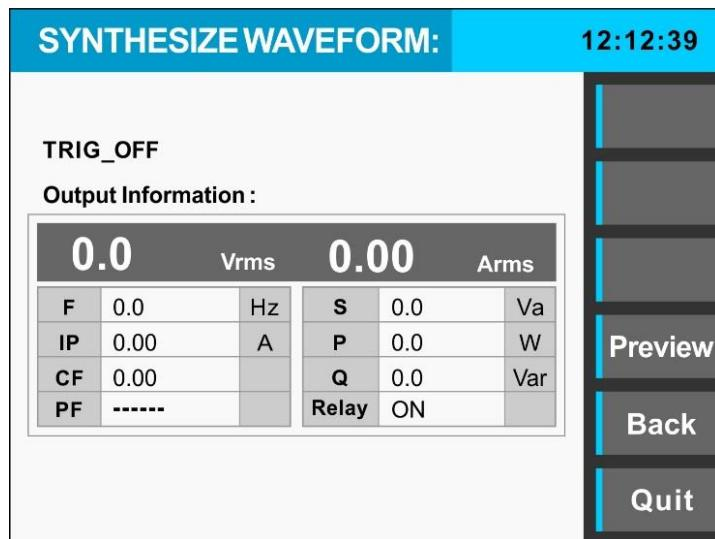
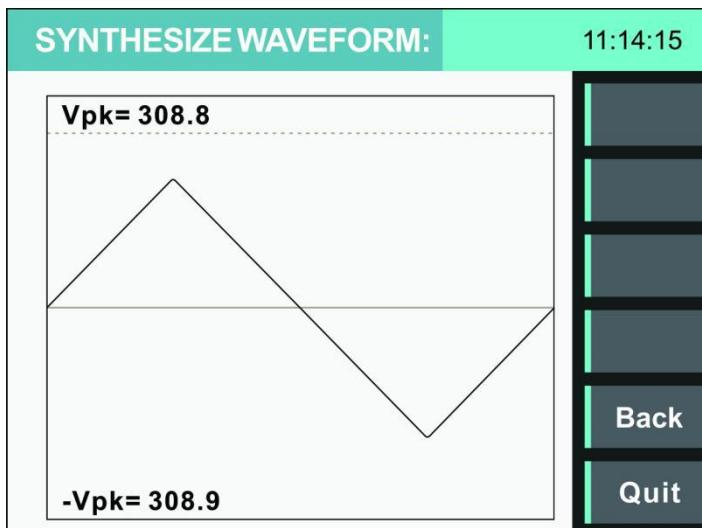

图3-21 谐波合成模式下输出界面
图3-22 谐波合成模式下预览界面
- 4) 参数编辑完成后，通过按下“Execute”功能键将执行谐波合成功能，页面将跳转到图3-21所示，为确保所编辑波形的正确性，可通过“Preview”功能键预览所编辑的波形，如图3-22所示。
- 5) 通过步骤4)中的预览功能确认波形编辑无误后，按下“Back”功能键返回到图3-21所示界面，按下 [OUT] 键使设备输出所合成的波形。注意， [OUT] 按键只有在该界面下才被激活。